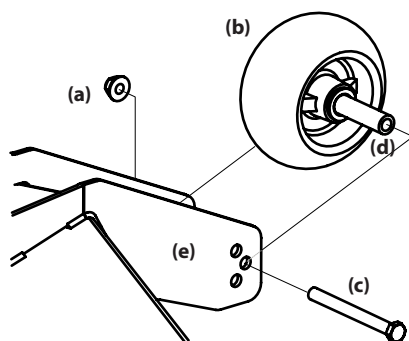

Figure 4-12
2. Retirez l'écrou autobloquant (a) qui sert à retenir la roue de jauge avant (b) au plateau de coupe. Enlevez la roue (b), le boulon (c) et l'entretoise (d). Voir Figure 4-12.